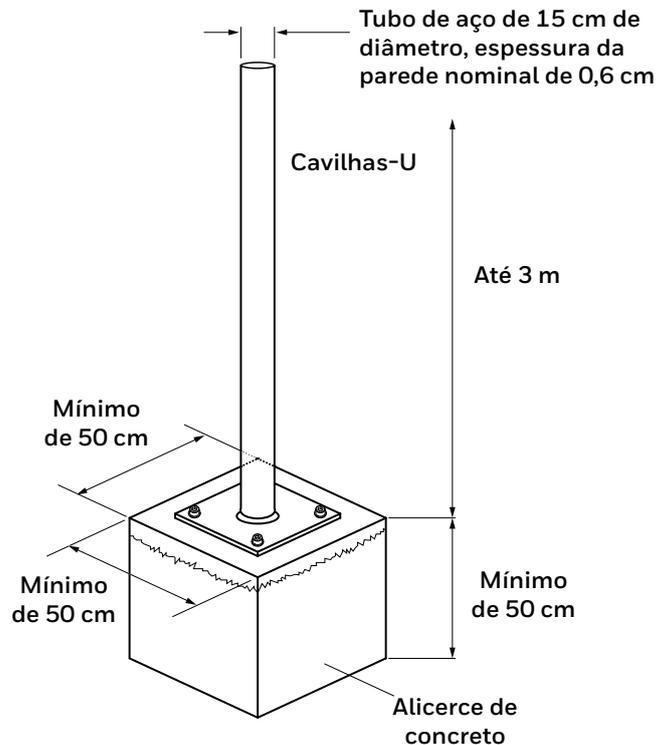

Figura 5. Estrutura de suporte de tubulação de aço
3. Fixe o suporte de montagem universal (ou adaptador de placa de montagem para o suporte de montagem universal) no poste. Alinhe a ranhura em V do flange do suporte com o poste para obter um bom encaixe. Fixe o suporte com dois parafusos U e quatro porcas com arruelas. Alternativamente, fixe o suporte usando as abraçadeiras (Figura 5).